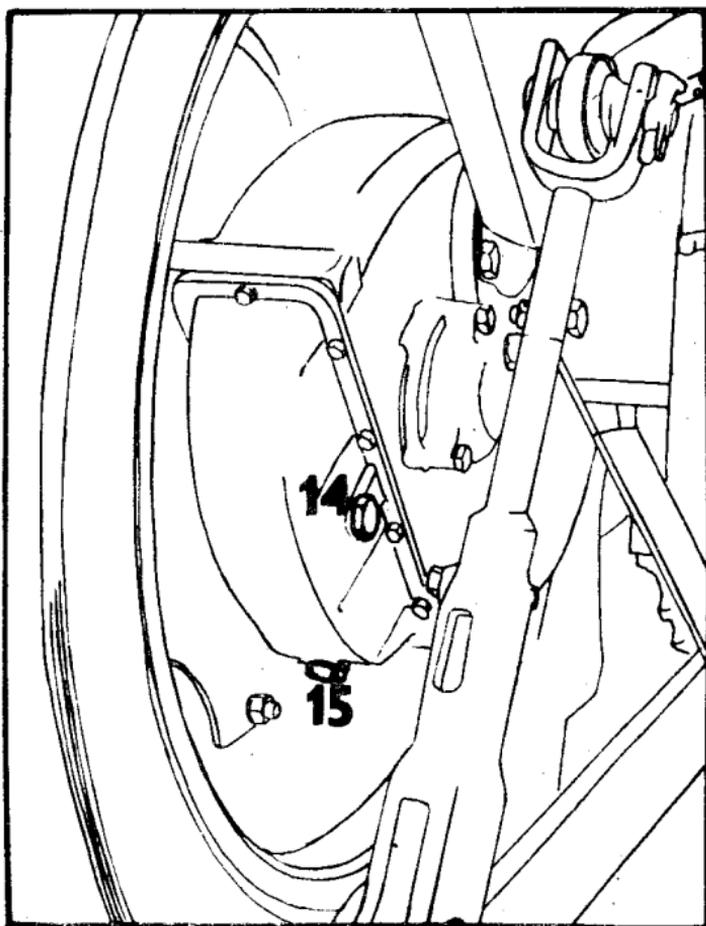

Fig. 9
15. Trou de remplissage de l'huile dans le demi-essieu arrière (fig. 9/14).
16. Trou de vidange de l'huile du demi-essieu arrière (fig. 9/15).